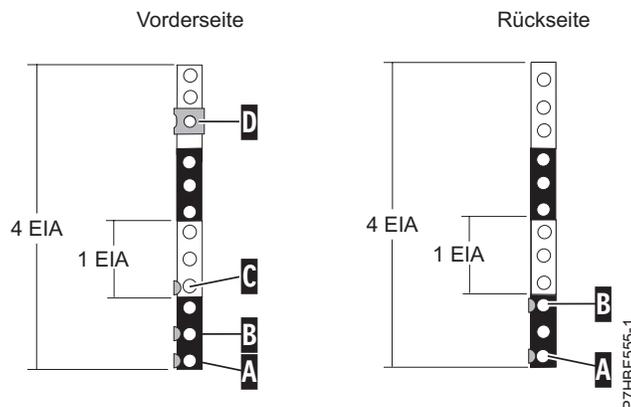

Abbildung 3. Bohrungen an Vorder- und Rückseite des Gehäuserahmens markieren
1. Stellen Sie sich vor die Vorderseite des Racks und suchen Sie auf der rechten Seite die untere EIA-Einheit, die von Ihrer Erweiterungseinheit belegt wird. Schreiben Sie sich die EIA-Position auf. Verwenden Sie Klebeband, einen Marker oder einen Stift, um die untere Bohrung dieser EIA-Einheit mit einem **A** zu markieren (siehe Abb. 3). Markieren Sie das Rack so, dass die Markierung auch von der Rückseite des Racks aus sichtbar ist.
2. Beginnen Sie an der Bohrung mit der Markierung **A**, zählen Sie eine Bohrung nach oben und bringen Sie eine zweite Markierung **B** an. Markieren Sie das Rack so, dass die Markierung auch von der Rückseite des Racks aus sichtbar ist (siehe Abb. 3).
3. Beginnen Sie an der Bohrung mit der Markierung **B**, zählen Sie zwei Bohrungen nach oben und bringen Sie eine dritte Markierung **C** an (siehe Abb. 3).
4. Beginnen Sie für die Installation der Klemmmutter an der Bohrung mit der Markierung **C**, zählen Sie sechs Bohrungen nach oben und bringen Sie eine vierte Markierung **D** an. Installieren Sie die Klemmmutter an Position **D** (siehe Abb. 3).
8. Beginnen Sie an der Bohrung mit der Markierung **A**, zählen Sie zwei Bohrungen nach oben und bringen Sie eine zweite Markierung **B** an (siehe Abb. 3 auf Seite 5).